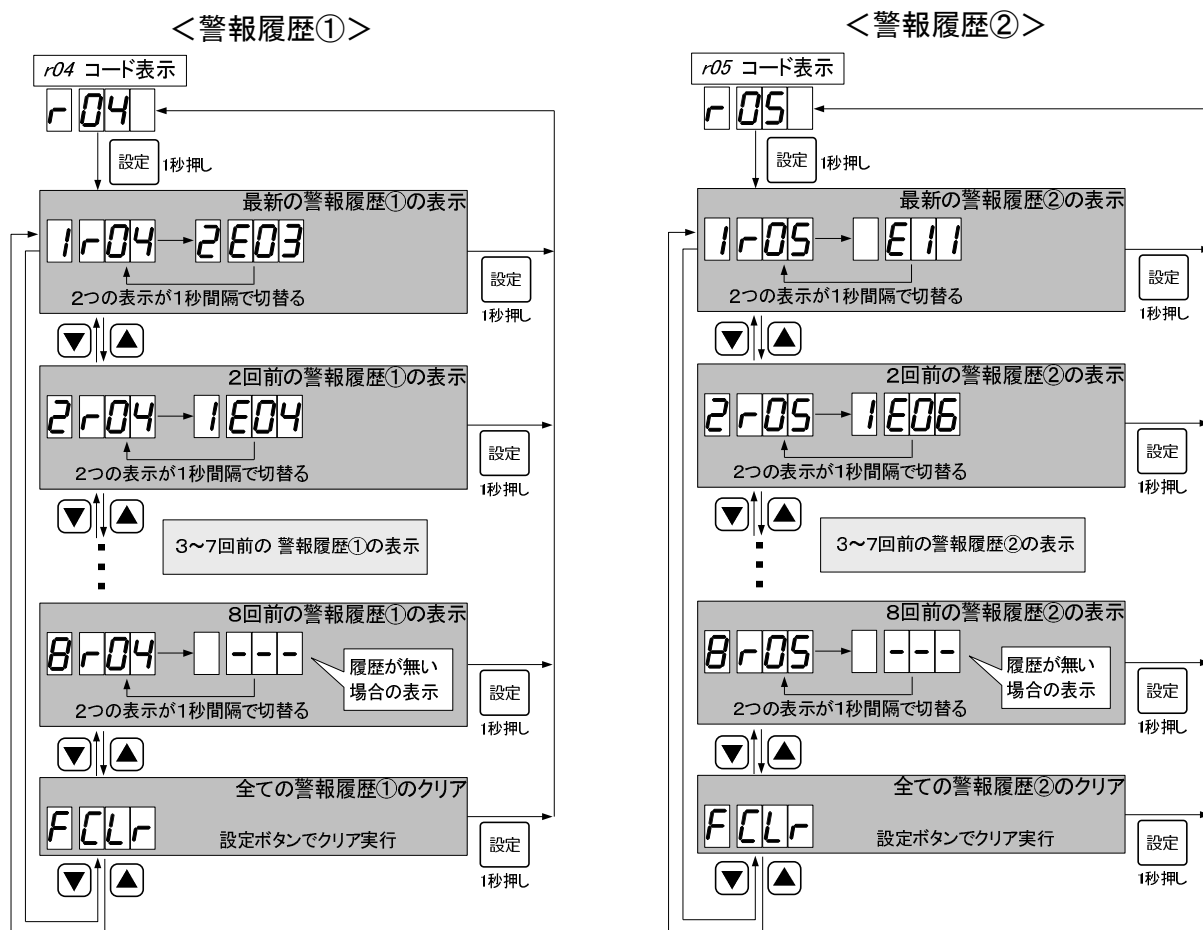

図 36 警報履歴①と②の表示例
- ・ 警報履歴①は、コード *r04* で、確認することができます。
- ・ 図 36 に、表示例を示します。
- ・ 警報履歴②は、コード *r05* で、確認することができます。
- ・ 保存される警報は、警報履歴①以外(※)です。警報の内容及び、コード表示については、「**8**故障の原因と対策」を参照ください。